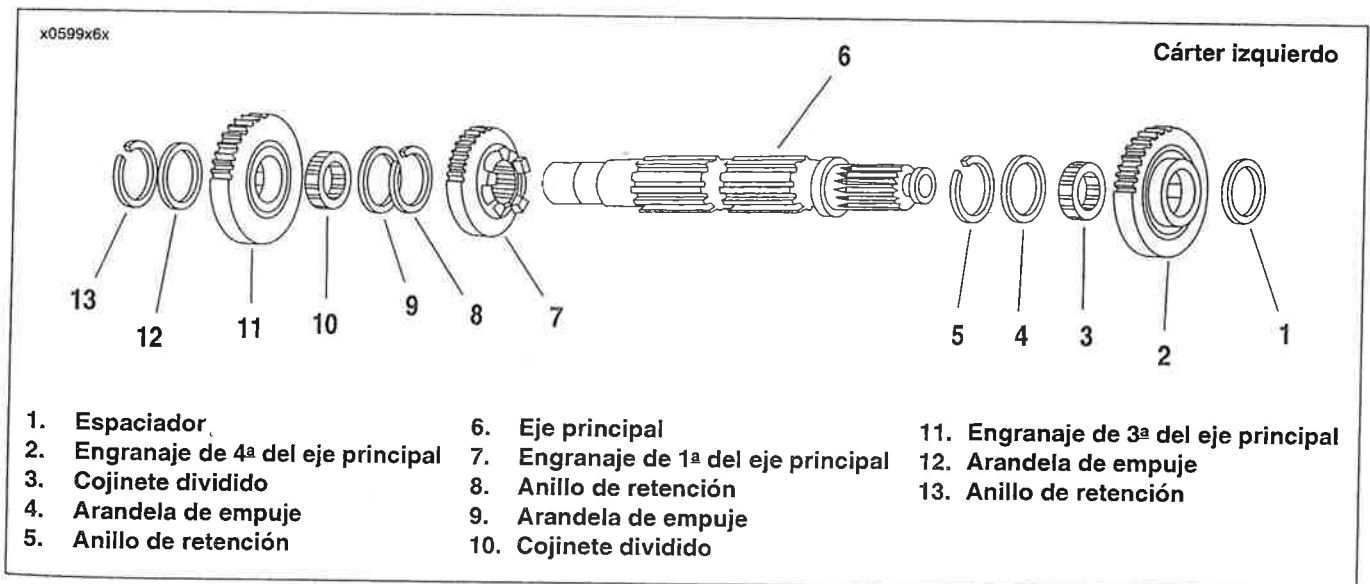

Figura 6-44. Rearmado del conjunto del eje principal de la transmisión
1. Vea la Figura 6-44. Instale el anillo de retención **nuevo** (5) en el eje principal (6) en la primera ranura para anillo desde el extremo con rosca del eje principal.
2. Deslice el engranaje de 1ª del eje principal (7) sobre el eje principal con las ranuras de la horquilla hacia el engranaje de 4ª (3).
3. Instale el anillo de retención **nuevo** (8).
4. Instale la arandela de empuje (9) en el eje principal.
5. Instale el cojinete dividido (10) en el eje principal.
6. Instale el engranaje de 3ª del eje principal (11) en el eje sobre el cojinete (10) con las lengüetas de cambios en dirección opuesta al engranaje de 1ª del eje principal.
7. Instale la arandela de empuje (12) y el anillo de retención **nuevo** (13) junto al engranaje de 3ª del eje principal.
8. Instale la arandela de empuje (4) en el extremo con rosca del eje principal al lado del anillo de retención (5).
9. Instale el cojinete dividido (3) en el eje principal junto a la arandela de empuje (4).
10. Instale el engranaje de 4ª del eje principal (2), que puede ser identificado por las dos ranuras radiales en un lado, en el eje principal sobre el cojinete dividido y contra la arandela de empuje.
11. Instale el espaciador (1) en el extremo del eje principal.